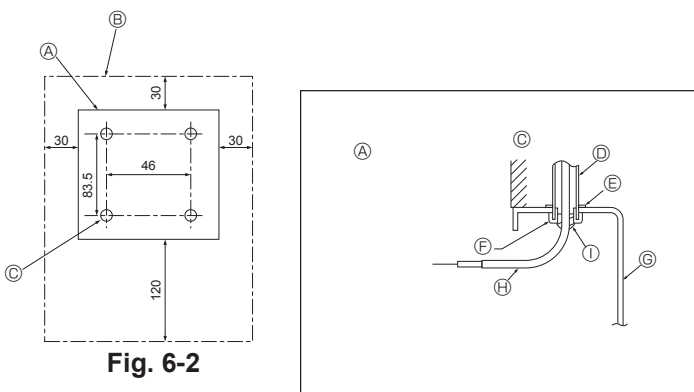

Fig. 6-2
(1) Kies een plaats waar u de afstandsbediening wilt monteren. (Fig. 6-2)
[Fig.6-2]